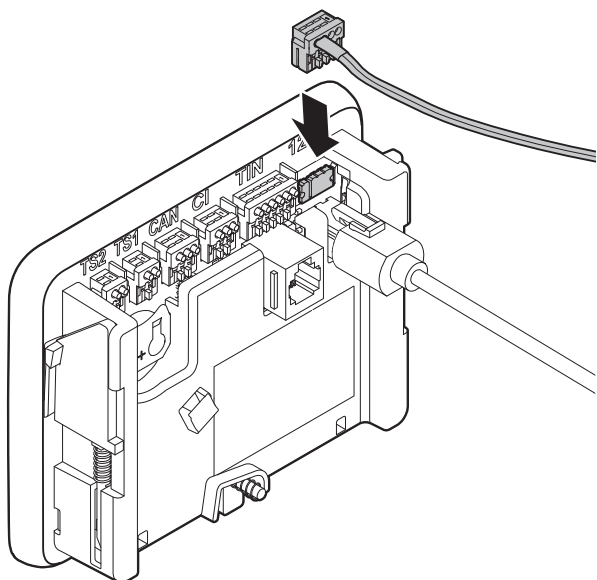

Bild 10
- Sätt försiktigt in panelkabelns kontakt (Bild 10) i panelen uppifrån utan att knäcka panelkabeln vid övergången mellan panelkabeln och kontakten.